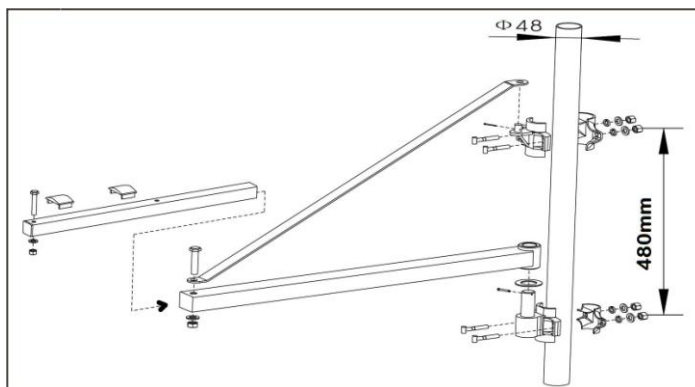

Fig.3
- 2) Assembler la barre d'extension telle que représentée sur la fig.3